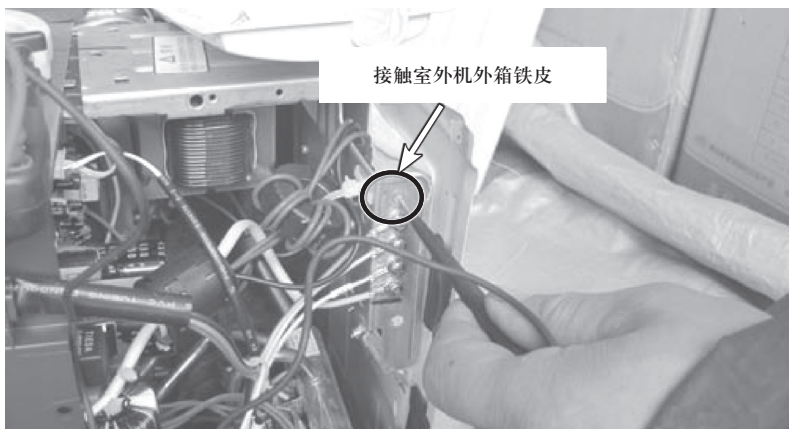

图 4-38 测量压缩机与铁皮电阻
7) 用万用表电阻档测量压缩机线与室外机铁皮（也就是地线）间电阻，如图 4-38 所示，测量仅为几十欧姆，说明这压缩机漏电。